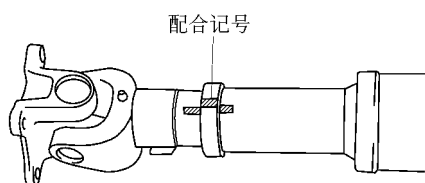

图 13-11 在万向节叉和轴上作配合记号
(2) 从中间轴上拆下中间支承轴承。
(3) 将万向节叉从主动轴上拆下 (4WD)。在万向节叉和轴上作上配合记号，从轴上拉出万向节叉，如图 13-11 所示。